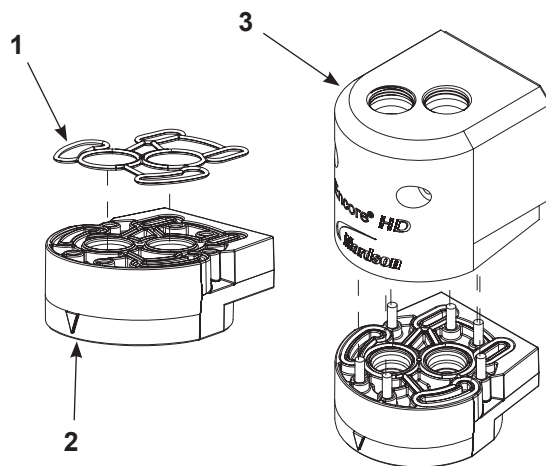

Figure 21 Assemblage du bloc en Y inférieur avec le distributeur de purge
1. Voir la Figure 21. Placer le joint torique personnalisé (1) dans le bloc en Y supérieur (2) comme illustré, puis serrer le bloc en Y supérieur sur le boîtier du distributeur de purge (3) avec les accessoires fournis (4).